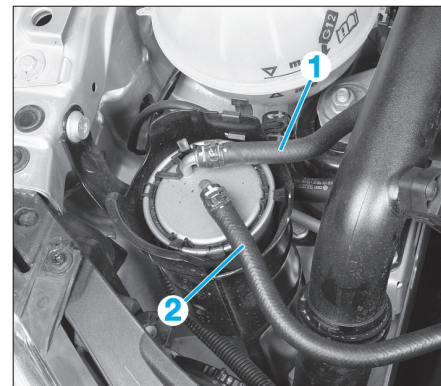

Fig. 21
- Débrancher les flexibles (1) et (2) (Fig.21).